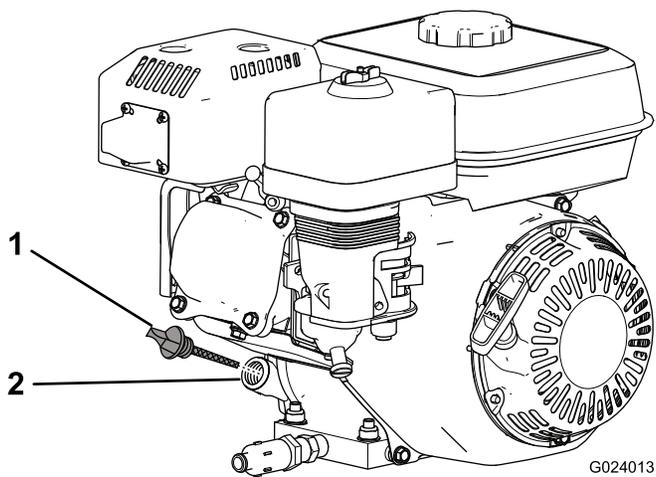

Figura 24
2. Pare el motor, espere a que se enfríe y limpie la zona alrededor del tapón de llenado/varilla (Figura 24).